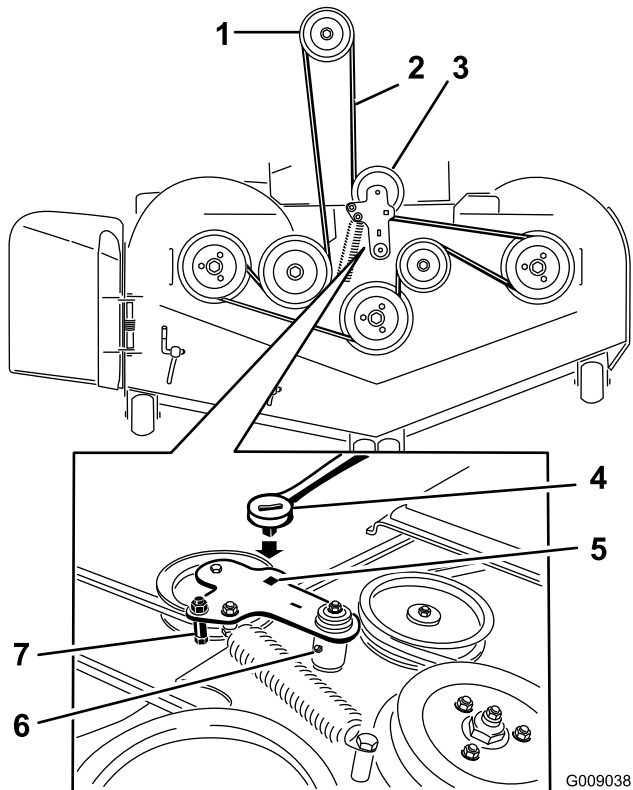

Figura 80
5. Utilice una llave de carraca en el taladro cuadrado del brazo tensor para aliviar la tensión del muelle tensor (Figura 80).
7. Retire la guía de la correa del brazo tensor tensado con muelle según lo ilustrado en Figura 80.
9. Pase la correa nueva alrededor de las poleas del cortacésped y de la polea del embrague, debajo del motor (Figura 80).
10. Instale la guía de la correa en el brazo tensor según se muestra en Figura 80.
11. Utilizando la llave de carraca en el taladro cuadrado, instale el muelle tensor (Figura 80).